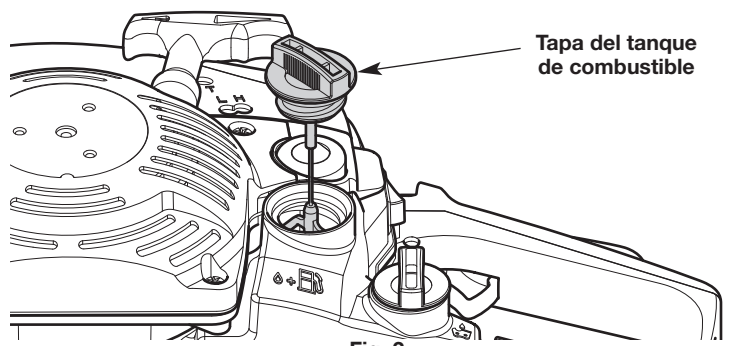

Fig. 2
2. Extraiga lentamente la tapa de combustible (Fig. 2).